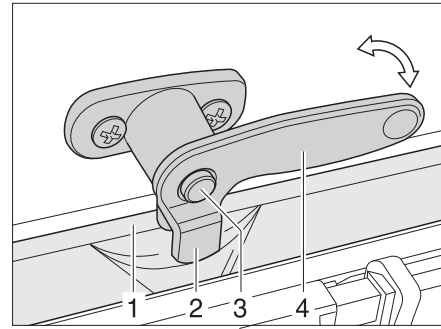

Bild 72 Låsspak med låsknapp i läget "kontinuerlig vädring"
- Tryck på låsknappen (Bild 72,3) om sådan finns och håll den nedtryckt.